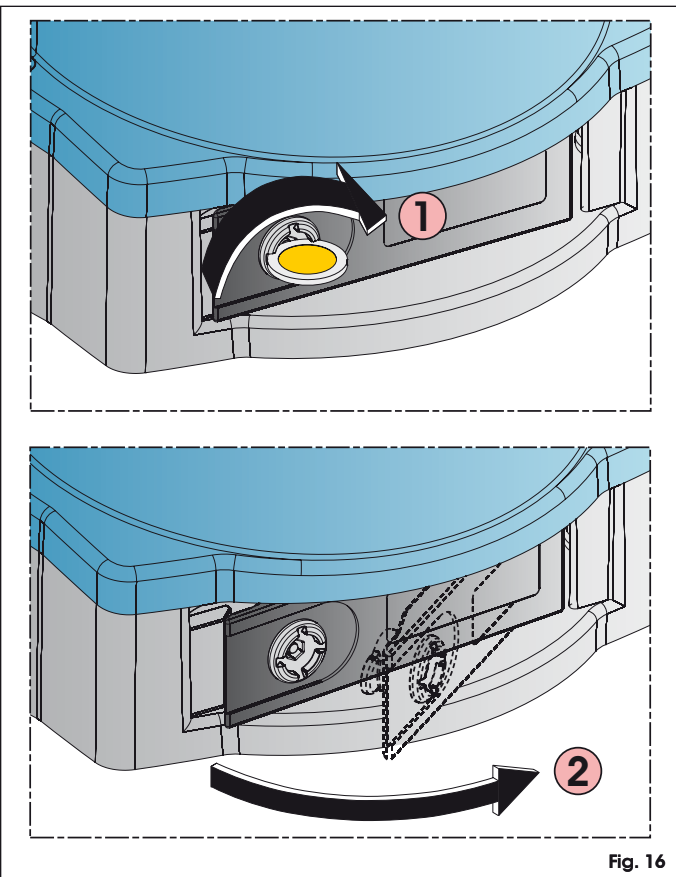

Fig. 16
1. Utilizando una moneda gire en sentido horario la cerradura hasta su tope (Fig. 16 ref. ①).
2. Tire la palanca como se indica en la fig. 16 ref. ②.